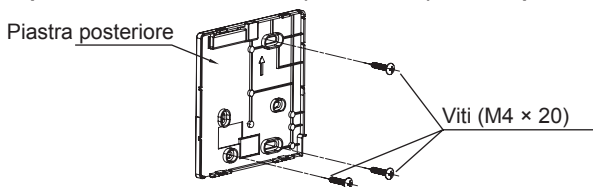

Fig. 3-3
- Per il montaggio a vista, fissare la piastra posteriore sulla parete con le 3 viti (M4 × 20) e le spine. (Fig.3-3)